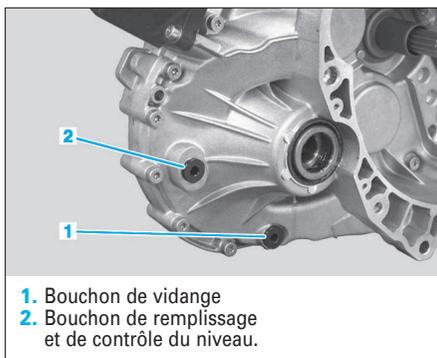

FIG. 1
- Vidanger la boîte de vitesses (Fig.1).
- effectuer le remplissage et la mise à niveau en huile de la boîte de vitesses (Fig.1).